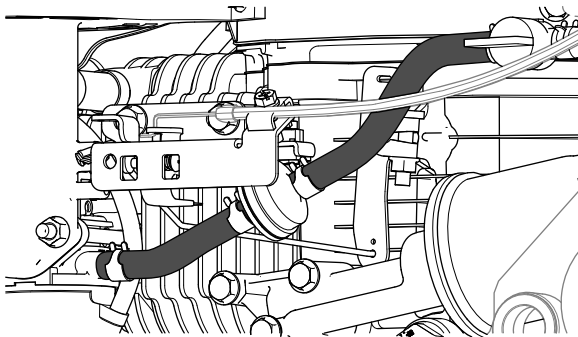

Figura 41
3. Coloque la manguera de combustible sobre el acoplamiento del carburador (Figura 41).